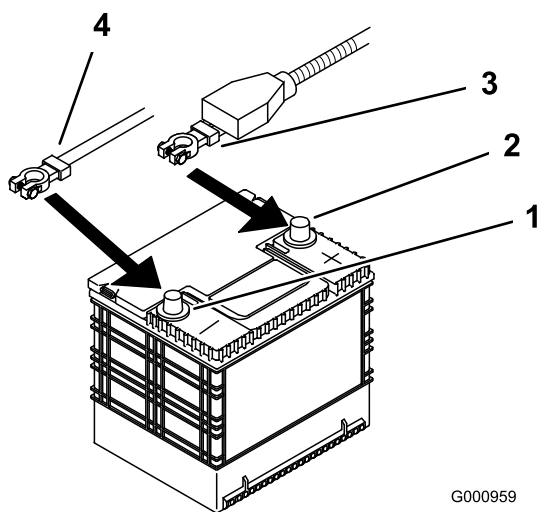

Figure 42
4. Commencez par débrancher le câble négatif de la batterie de la borne négative (-) de la batterie (Figure 42).
5. Ôtez le capuchon rouge de la borne positive (rouge) de la batterie. Débranchez ensuite le câble positif (rouge) de la batterie (Figure 42).
1. Placez la batterie dans son support en tournant les bornes à l'opposé du réservoir hydraulique (Figure 42).
4. Fixez les câbles à l'aide de 2 boulons (1/4 x 3/4 po), 2 rondelles (1/4 po) et 2 contre-écrous (1/4 po) (Figure 42).